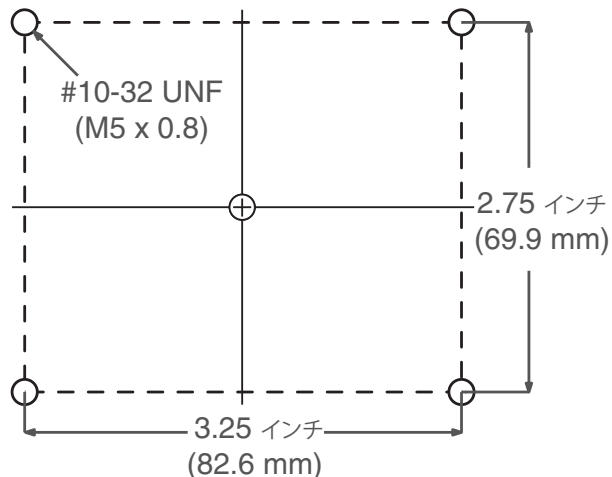

図 23: CGM 取り付け穴
8. アクセスカバー (U)を再度取り付ける。
9. キットに含まれている CAN ケーブルをドライバーのポート 1 またはポート 2 (使用可能ないずれか) に接続する。See 図 23.を参照してください。